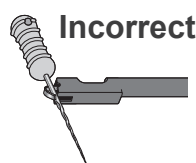

Figure 2
- Ne fixez pas une lime ou un alésoir comme indiqué dans la figure 2. Il serait impossible d'obtenir une localisation précise de l'apex et la pointe du porte-lime serait endommagée.